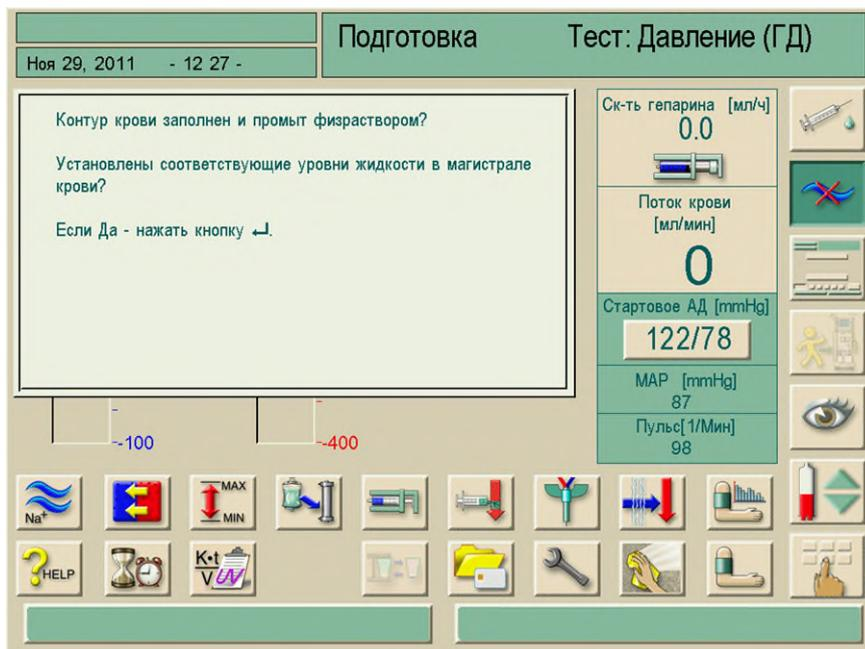

Рис. 8-4 Информационное окно для подключения
- В меню выбора режима выберете «ГД/ГДФ/ГФ». Появится окно подтверждения (рис. 8-4).